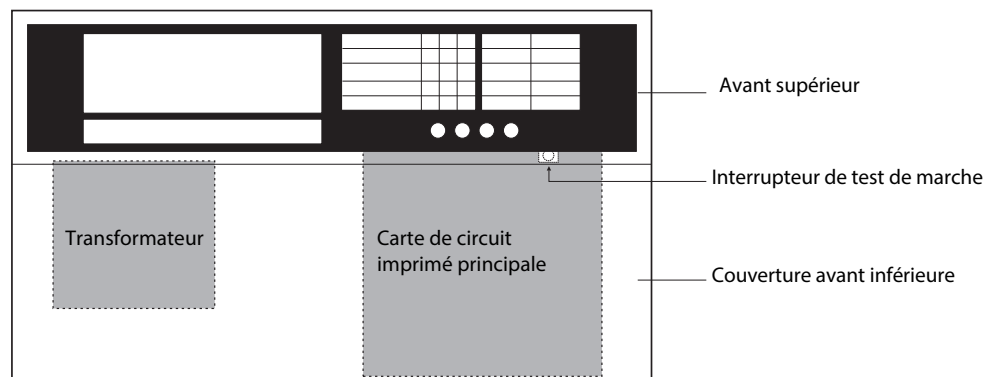

Figure 17 Localisation du commutateur de test de marche
1. Retirez le capot avant inférieur et localisez le commutateur de test de marche derrière la carte de circuit imprimé du panneau de commande, comme illustré à la figure 17 Localisation du commutateur de test de marche.